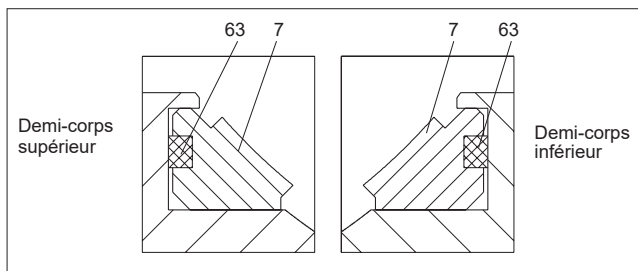

Fig. 24 Sièges J (2«)
- Monter les joints (63) sur le siège (7) comme indiqué sur la figure 24. Placer le siège dans le logement du corps (1).